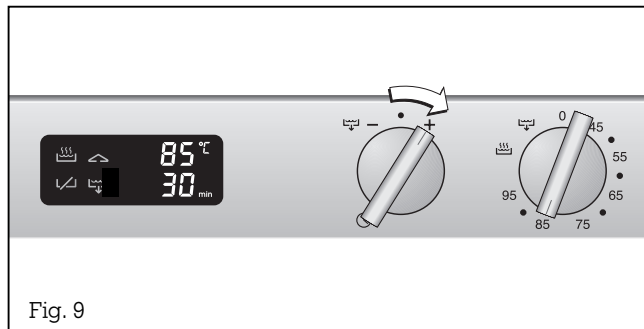

Fig. 9
- Placez le bouton « minuterie » en position + ou -, jusqu'à ce qu'apparaisse la durée souhaitée (fig. 9). Dès que le bouton se retrouve en position zéro, la durée programmée commence à s'écouler.